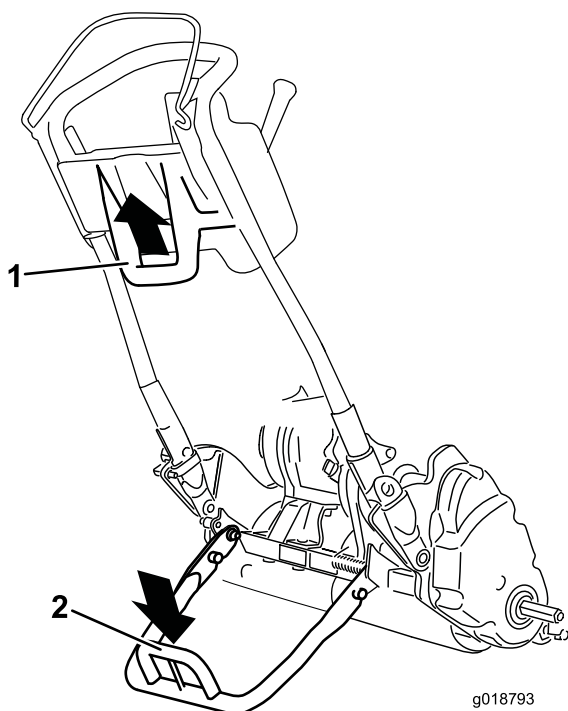

Figura 21
- Per montare le ruote da trasporto utilizzando il cavalletto, abbassate il cavalletto a terra e premete con un piede sul relativo occhiello, tirando contemporaneamente verso l'alto e indietro la stegola centrale inferiore della macchina (Figura 21).